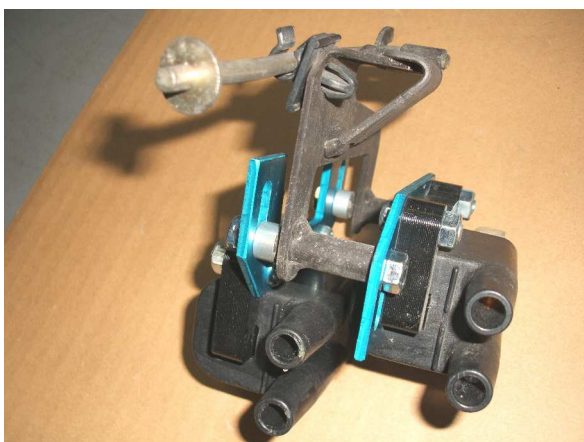

図1、SP II コイル取付(リアから見た場合)
- ①シート、左右サイドカバー、ガソリンタンクを外しノーマルイグニッションコイル及びイグナイタユニット(バッテリー上方にあります)を取外して下さい。
- ②8ページ「プラグコードコネクタ装着方法」に従ってプラグコードを SP II コイルに装着して下さい。プラグコード／キャップはリーク防止のため、新品又は良品を使用して下さい。
- ③SP II イグニッションコイルを付属の6 * 50mmボルト、及び6 * 6mmスぺーサを使用してフレームなどに当たらないように位置を調整して取り付けして下さい。左側が#1 & #4用、右側が#2 & #3用コイルです(図1, 2)。取付スペースが狭いので、コイルとブラケットの組立はヘッド上部で行って下さい。
- ④SP II ワイヤハーネスを別紙配線図のように接続して下さい。SP II コントロールユニットは、水などが溜まらないようにスイッチ面を横向きにして固定して下さい。ノーマルイグナイタを外したコネクタ、ノーマルコイルの余った端子、ヘッドライト内の黄／緑端子、及びTPS端子はどこにも接続する必要はありません。TPSを使用しない場合は、SP II ハーネスTPS用の3端子はどこにも接続する必要はありません。コネクタのままか、ビニルテープなどで短絡しないように保護して下さい。点火マップは SP II コントロールユニット内で自動的に最適制御されます。